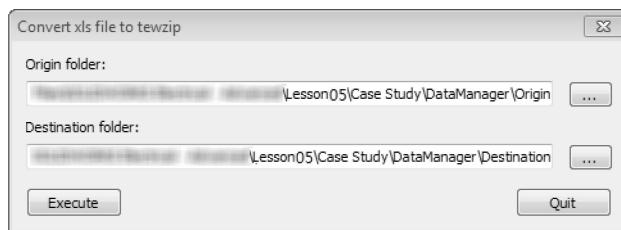

图5-7 源和目标的定义
**步骤15 源和目标的定义** 设置【源文件夹】为Lesson05\Case Study\DataManager\Origin，使用完整路径。设置【目标文件夹】为Lesson05\Case Study\DataManager\Destination，使用完整路径，如图5-7所示。单击【执行】和【退出】。